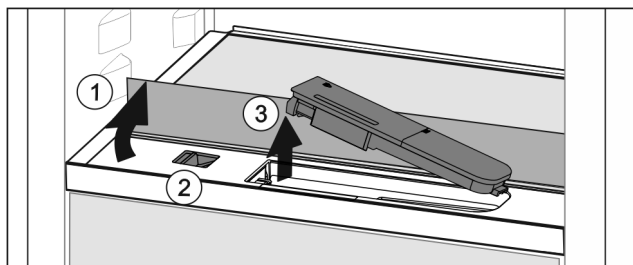

Fig. 57
- ▶ Поднять стеклянную панель и откинуть до упора назад Fig. 57 (1).
- ▶ Сдвиньте ползунок Fig. 57 (2) влево.
- ▶ Вынуть бак для воды Fig. 57 (3).